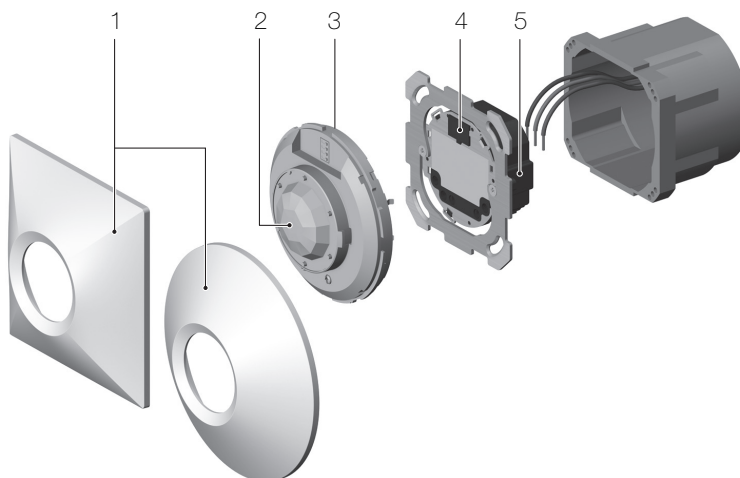

fig. 25 Montage pirios 360, Sec – encastré
2. Raccordez l'actionneur (5) comme indiqué sur le schéma (→ chapitre 11) et montez-le.
3. Montez l'actionneur (fig. 25 montre le montage encastré Sec). Respectez les indications concernant l'évacuation d'eau pour les applications humides (NAP/NUP) (→ chapitre 8.1.1).
4. Enlevez la feuille de protection de la fiche femelle (4).
5. Placez le capteur (2) sur l'actionneur (5) de telle manière que les contacts mâles à 8 pôles (3) s'engagent dans la fiche femelle (4) de l'actionneur.
9. Montez la couverture (1).